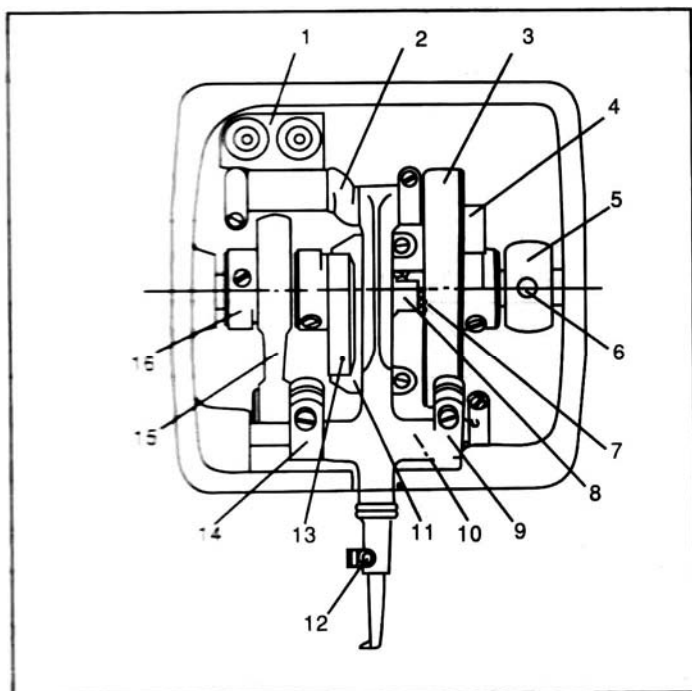
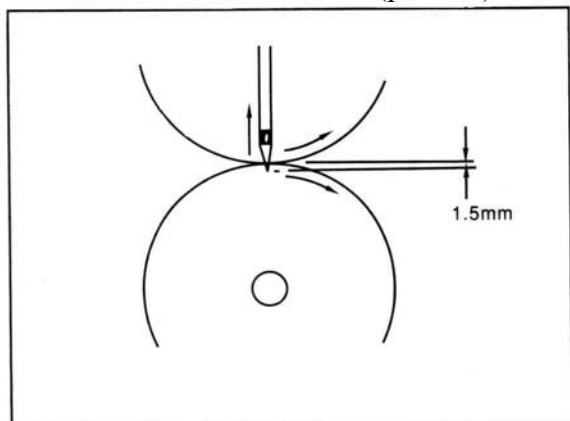
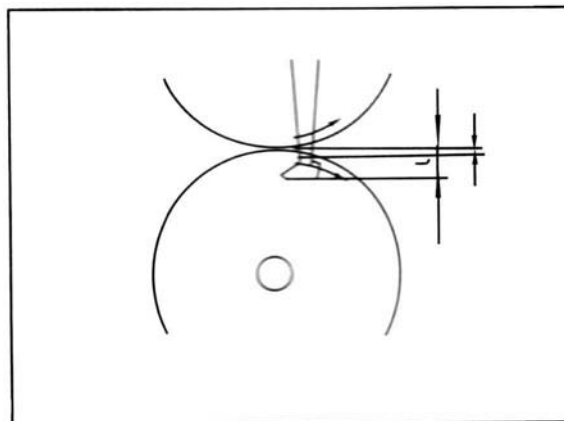
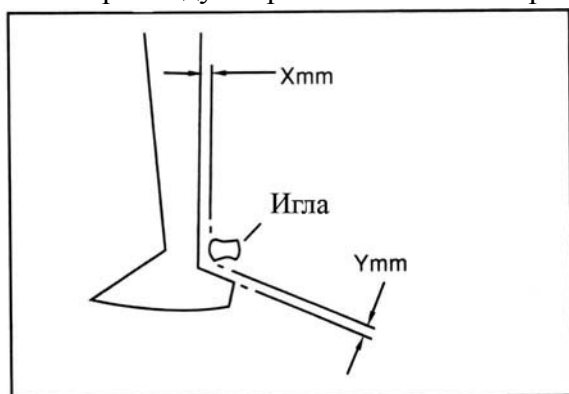

Рис. 5
Рис. 10
Рис. 11
Рис. 12
Перед регулировкой должна быть осуществлена синхронизация, грубая установка кулачка и эксцентрик. Прежде всего, поверните маховое колесо слева от машины, установите игловодитель в максимальную переднюю позицию, затем откройте крышку, осуществите грубую установку кулачка и эксцентрик в соответствии с рис. 5.
В момент, когда игловодитель возвращается, острие иглы должно выступать перед краем заднего ролика на расстояние 1,5 мм, см. рис. 10. Если требуется регулировка, то нужно ослабить крепежный вид эксцентрика на главном вале (рис. 5) и крутить эксцентрик до тех пор, пока не установите необходимую синхронизацию, затем затяните винт эксцентрик.
Когда петлитель находится в крайнем переднем положении, зазор (t) между острием петлителя и краем заднего диска должен быть: для GP4-4, $t=6^{+0.3}$ мм; для GP4-5, $t=6.5^{+0.3}$ мм; для GP4-6, $t=7.5^{+0.3}$ мм. При необходимости ослабьте винты (рис. 5), переместите петлитель внутрь или наружу и снова затяните винт (рис. 11).
1) Между петлителем и иглой должен быть зазор согласно (рис. 12) и таблицы, когда игла находится в крайнем заднем положении. Если необходима регулировка, ослабьте винт держателя петлителя (рис. 5), поверните петлитель (без перемещения наружу или внутрь, чтобы сохранить зазор между острием петлителя и краем заднего ролика).